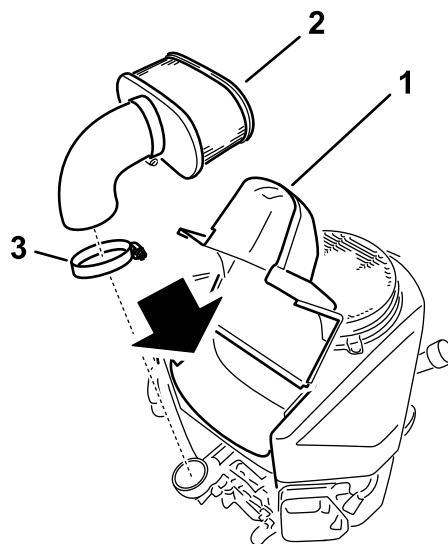

Figura 32
4. Afloje la abrazadera y retire el elemento de papel (Figura 32).